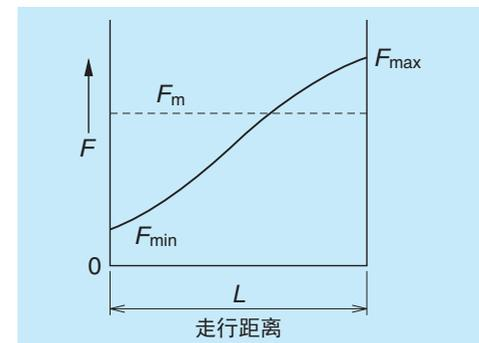

图 2.4 接近直线的变动负载
##### (2) 当负载的变化基本成为直线形时 (图 2.4)